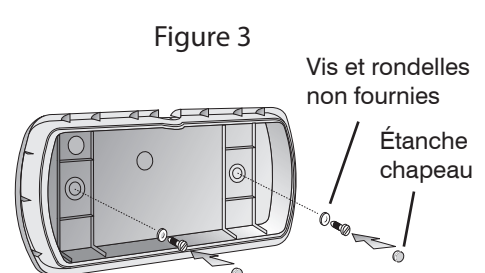

Figure 3
3. Assemble la plaque arrière à la surface de montage à l'aide des fixations et rondelles appropriées (fournies par d'autres). Couvrir les fixations à l'aide des caches étanches fournis. (figure 3).